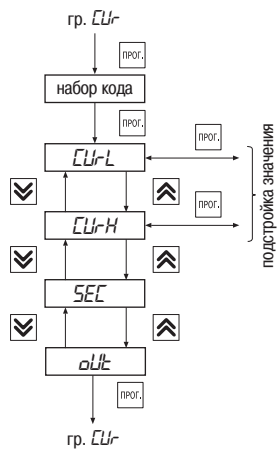

Рис. 22
6.2.2.9. Группа «Cig» предназначена для коррекции нижней и верхней границ выходного тока с токовым выходом 4...20 мА, если он установлен в приборе (рис.22). Код доступа для данной группы «__11».